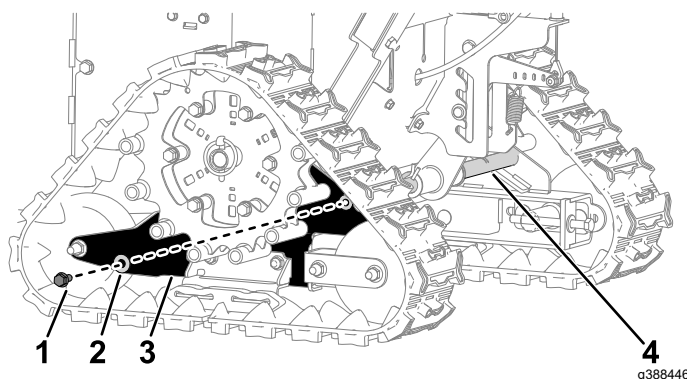

Рисунок 1
2. С левой стороны машины отверните и удалите в отходы винт (5/16 x 3/4 дюйма) и плоскую шайбу (3/8 x 7/8 дюйма), которые крепят опору гусеницы к поворотной штанге (Рисунок 1). Повторите эти действия на правой стороне.